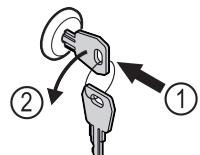

Fig. 119 Beispielhafte Darstellung
- Schlüssel hineindrücken Fig. 119 (1).
- Schlüssel um 90° gegen den Uhrzeigersinn drehen Fig. 119 (2).